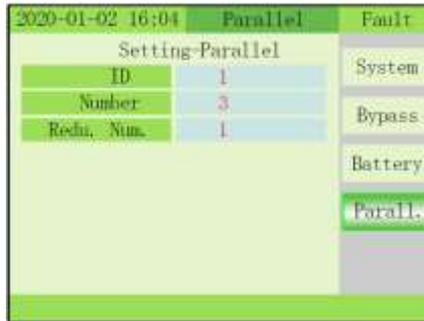

Fig. 4-15 **Menú Setting/Maintenance - Parallel**
14) MAINTENANCE – PARALLEL: Este elemento puede seleccionarse después de que el modo de trabajo se ajuste a paralelo. Pulse la tecla OFF para introducir el elemento y confirmar el valor, pulse ↻ para cambiar el valor (Fig. 4-15).